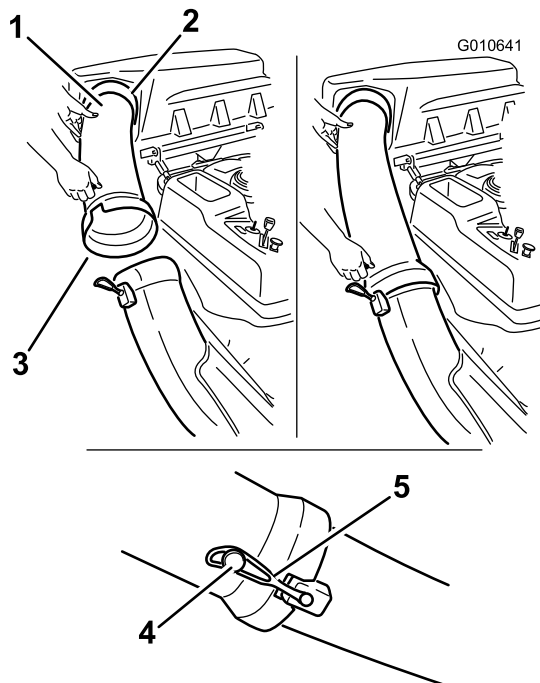

Figure 27
1. Glissez l'extrémité courbe du tube d'éjection dans l'ouverture du couvercle du système de ramassage (Figure 27).
2. Glissez l'extrémité évasée du tube d'éjection sur l'extrémité de la goulotte. Accrochez la sangle en caoutchouc de la goulotte à l'ergot situé sur le tube d'éjection pour la fixer en position (Figure 27).